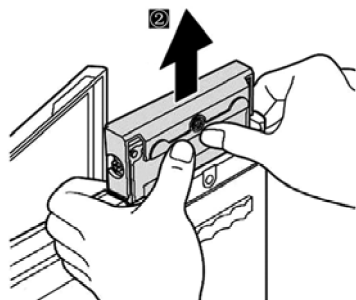

图 2-64 移出硬盘
2) 然后用双手的大拇指顶住硬盘连在一起的塑料盖，按箭头“②”所示的方向即可移出硬盘，如图 2-64 所示。